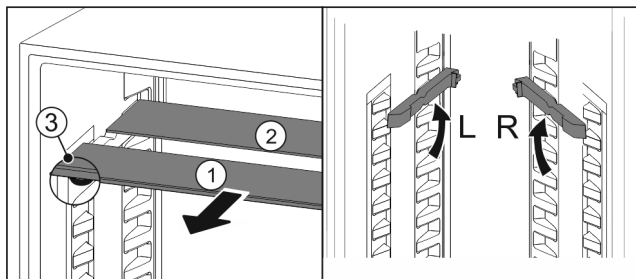

Fig. 57
- ▶ Tërhiqni një nga një pllakat e xhamit nga përpara Fig. 57 (1).
- ▷ Pllaka e xhamit Fig. 57 (1) me kornizën ndodhet përpara.
- ▷ Ndaluesit Fig. 57 (3) janë të drejtuar për poshtë.